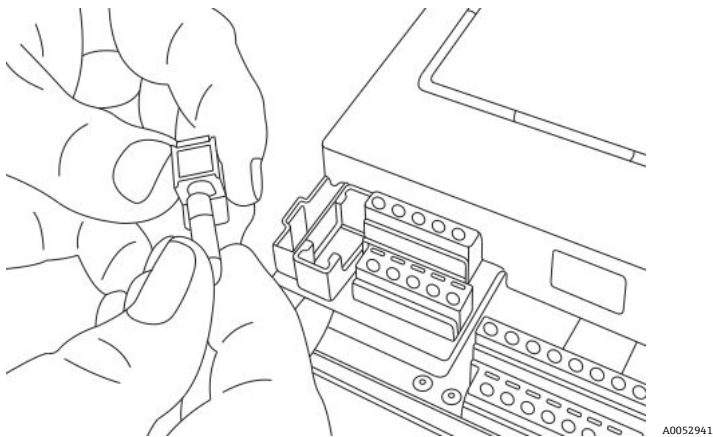

图 35. 拆除保险丝
3. 如需要，从端子接线排断开探头、电源和压力传感器。参见 安装 → 图 35。